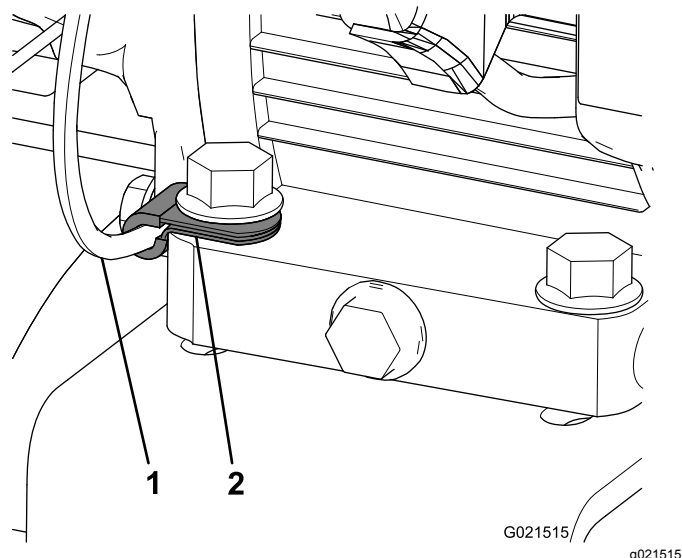

図 5
21. 新しいクリップをスロットルケーブルに取り付け、ケーブルをエンジンコンバージョン取り付けブラケットに取り付ける残っているボルトを使用する 図 5。